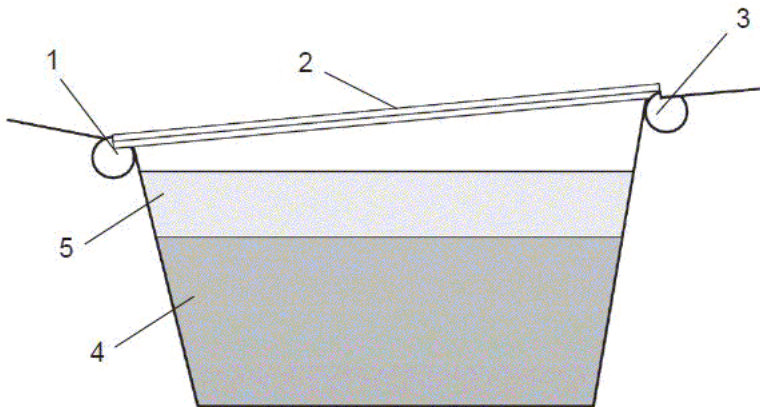

Рис. 6. Русский парник на биологическом обогреве:
***Русский односкатный парник*** (рис. 6). Его легко сделать своими силами. Вначале роют котлован глубиной 50–60 см, ширина его в верхней части 145–150 см, внизу – 120 см. Направление котлована – с запада на восток. По краям его кладут обвязку (опору для парниковых рам) из бревен диаметром 13–15 см или досок толщиной 4–5 см. Длина обвязки будет зависеть от количества парниковых рам.